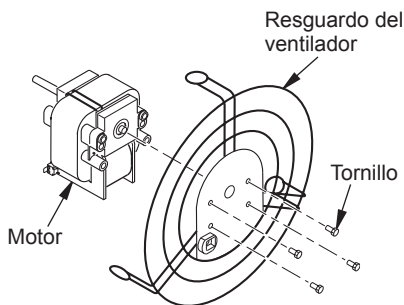

Figura 8 - Desmontaje y montaje del resguardo del ventilador en el motor
4. Con un destornillador para tuercas, quite las dos tuercas y los dos tornillos que fijan el resguardo del ventilador al motor. Extraiga del motor el resguardo del ventilador (consulte la figura 8).